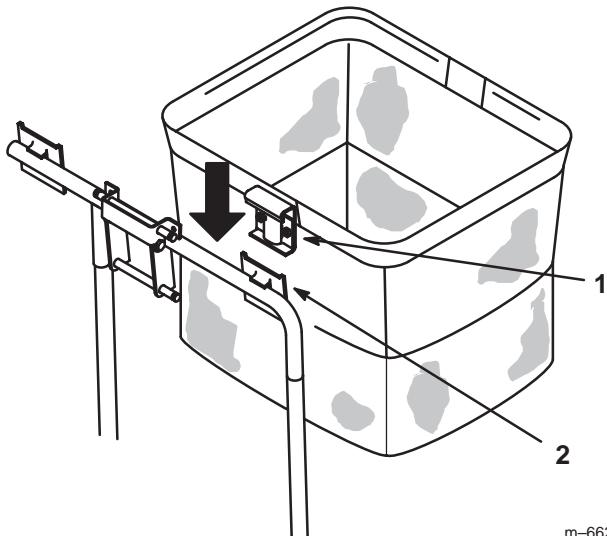

Figure 7
2. Alignez les trous du bâti arrière et ceux du support de fixation rapide (Fig. 7).
3. Fixez le support de fixation du collecteur d'herbe au bâti arrière à l'aide de 4 boulons (3/8 x 1"), 4 rondelles plates (3/8") et 4 contre-écrous (3/8") (Fig. 7).
2. Pour installer les sacs, glissez les crochets du bâti sur les pattes de retenue (Fig. 7).
3. Comprimez les débris d'herbe dans les sacs. Soulevez l'un des sacs à deux mains et décrochez-le de la patte de retenue (Fig. 7). Videz le sac. Répétez la procédure avec l'autre sac.
4. Pour installer les sacs, glissez les crochets du bâti sur les pattes de retenue (Fig. 7).